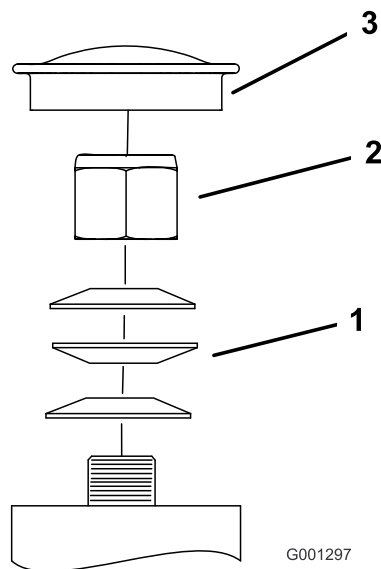

Figure 60
3. Déposez le capuchon protecteur de la roue pivotante et serrez le contre-écrou (Figure 60).
4. Continuez de serrer le contre-écrou jusqu'à ce que les rondelles élastiques soient aplaties, puis desserrez-le d'un quart de tour pour obtenir la précharge correcte des roulements (Figure 60).
Important: Veillez à placer les rondelles élastiques correctement, comme montré à la Figure 60.
5. Reposez le capuchon protecteur (Figure 60).